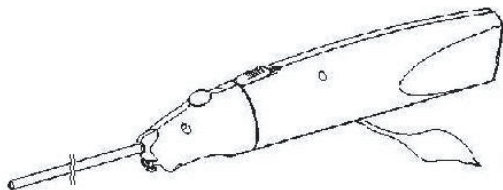

Figure 3
2. Passe a sutura/tubagem (extremidade oposta do parafuso) através do corpo até que sobressaia do orifício de saída da sutura (Fig. 3).
2. Passe a sutura (extremidade oposta do parafuso) através do corpo até que sobressaia do orifício de saída da sutura (Fig. 3).